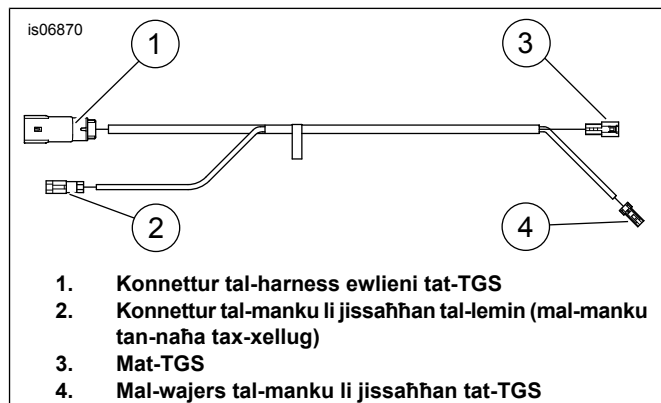

Figura 3. Jumper Harness tat-TGS
4. Ara Figura 3 . Qabbad jumper harness tat-TGS **għid** mat-TGS.
- a. Qabbad il-konnettur (3) mal-harness tat-TGS.
- b. Qabbad il-konnettur (4) mal-konnettur tal-manku li jissahħan.